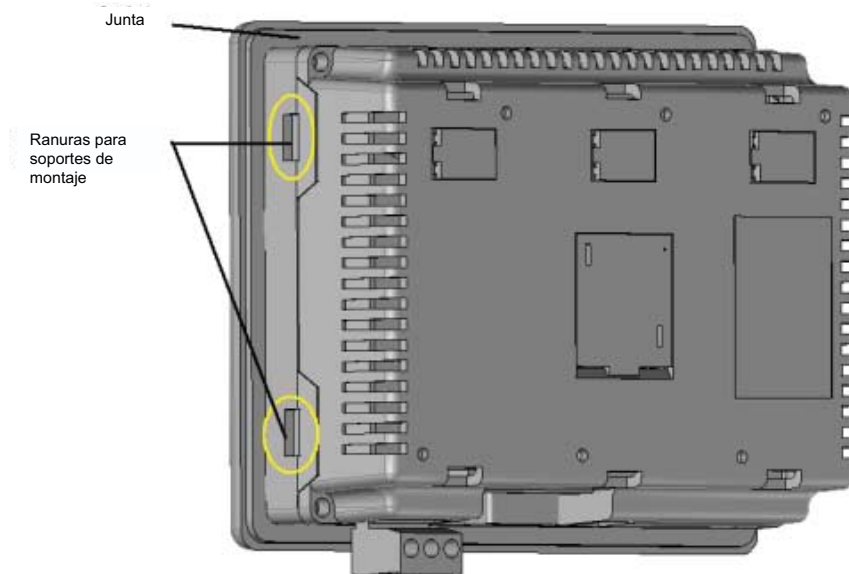

Figura 3.2: Dispositivos de la serie NQ con junta y ranuras para abrazaderas de montaje
Utilice el equipo de montaje suministrado para llevar a cabo una instalación adecuada. Tras preparar el panel, podrá montar el dispositivo de la serie NQ con las abrazaderas suministradas. La serie NQ incluye una junta preinstalada tras el bisel, tal y como se muestra en la Figura 3.2: Dispositivos de la serie NQ con junta y ranuras para abrazaderas de montaje.
- 1 Localice las cuatro ranuras para abrazaderas de montaje en la carcasa del dispositivo de la serie NQ. Las ranuras de los modelos NQ3 están situadas en las superficies laterales de la carcasa (tal y como se muestra en la Figura 3.2: Dispositivos de la serie NQ con junta y ranuras para abrazaderas de montaje). Las ranuras de los modelos NQ5 están situadas en las superficies superior e inferior de la carcasa.